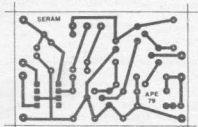

Fig. 2
- FIG. 2 - LAY OUT DO CIRCUITO IMPRESSO ESPECÍFICO - O número relativamente reduzido de componentes,